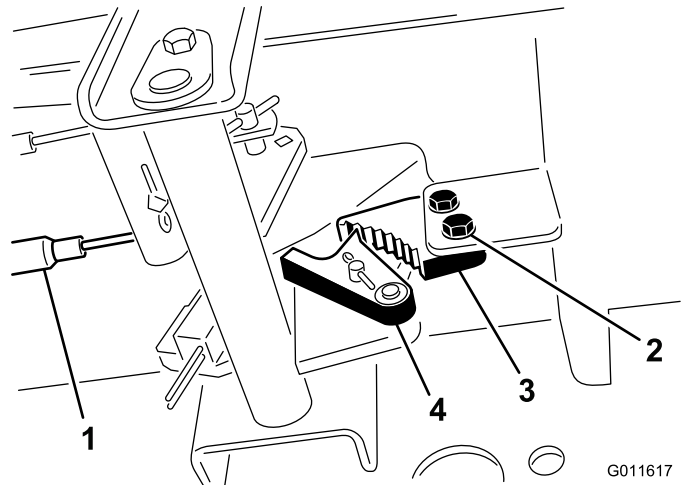

図 67
1. 駐車ブレーキのツメをフレームに固定しているネジ2本をゆるめる 図 67。
2. ブレーキのツメが戻り止めに完全に掛かるまで駐車ブレーキペダルを前に踏み込む 図 67。